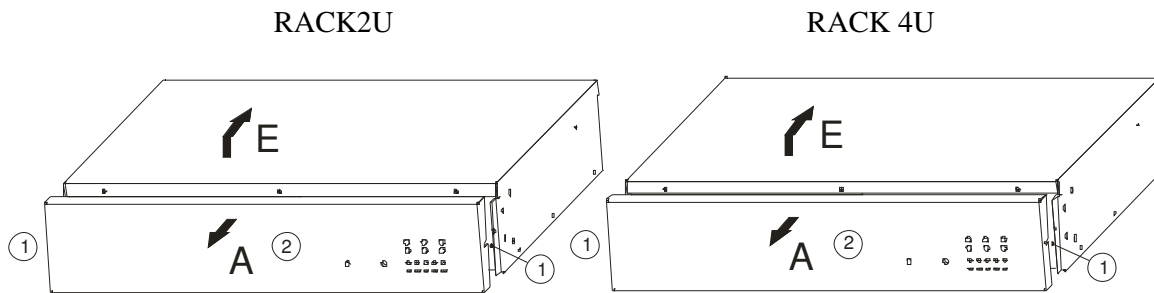
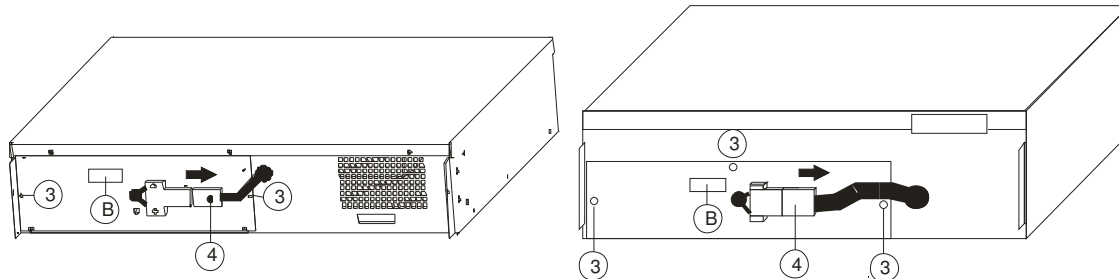

Fig. 1
Fig. 2
- 1) allentare le viti **1 - fig. 1** poste ai lati del pannello frontale.
- 2) Estrarre il pannello frontale **2 - fig. 2** tirandolo verso l'esterno **A - fig. 1**. Fare attenzione al collegamento del display che può essere rimosso completamente sfilando il connettore. Nel caso sia possibile è conveniente lasciare il pannello frontale collegato all'ups lasciandolo sospeso.
- 3) Togliere l'imballaggio al cassetto batterie di ricambio e verificare che il valore indicato nelle etichetta **B -fig. 2** coincidano.
- 4) Togliere le viti **3 - fig. 2** e riporle in un posto sicuro perché devono essere in seguito utilizzate.
- 5) Sfilare il connettore **4 - fig. 2** e toglierlo dal campo operativo.
- 8) Collegare il connettore **4 - fig. 2** inserendo e spingendo a fondo. Verificare la polarità dei connettori prima di cominciare l'inserimento. È possibile che quando si avvicina il connettore si verifichi una piccola scintilla.
- 9) Assemblare le viti **3 - fig. 2** rimosse al punto 4) e tirarle a fondo.
- 10) Assemblare il pannello frontale **E - fig. 1** e serrando le due viti laterali **1 - fig. 1**.